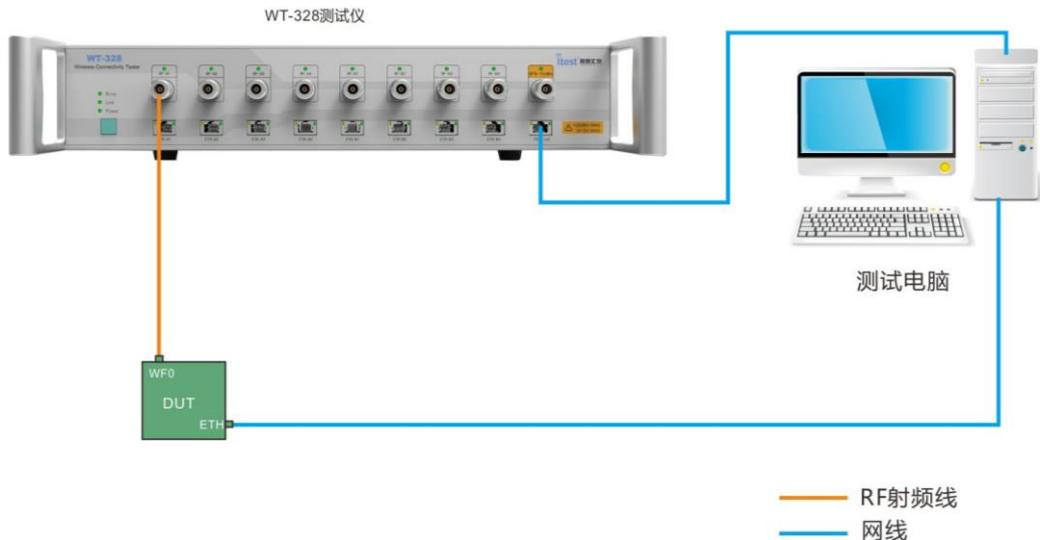

图 5-5 WT-328 研发 SISO 测试组网示意图
- 不使用仪器子网口：将 DUT 的 LAN 口通过网线与电脑连接，DUT、仪器和电脑需连接到同一局域网中，如图 5-5 WT-328 研发 SISO 测试组网示意图。